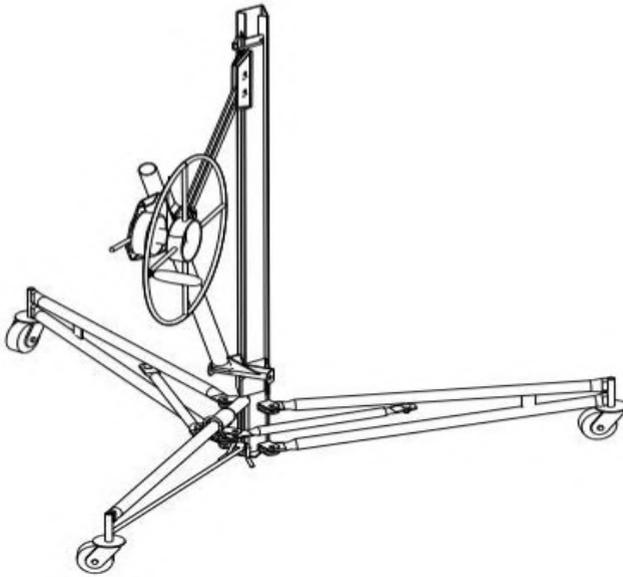

Abbildung 22
- Sobald das Rad an der Hauptbaugruppe befestigt ist, sollte es wie in Abb. 22 dargestellt aussehen.